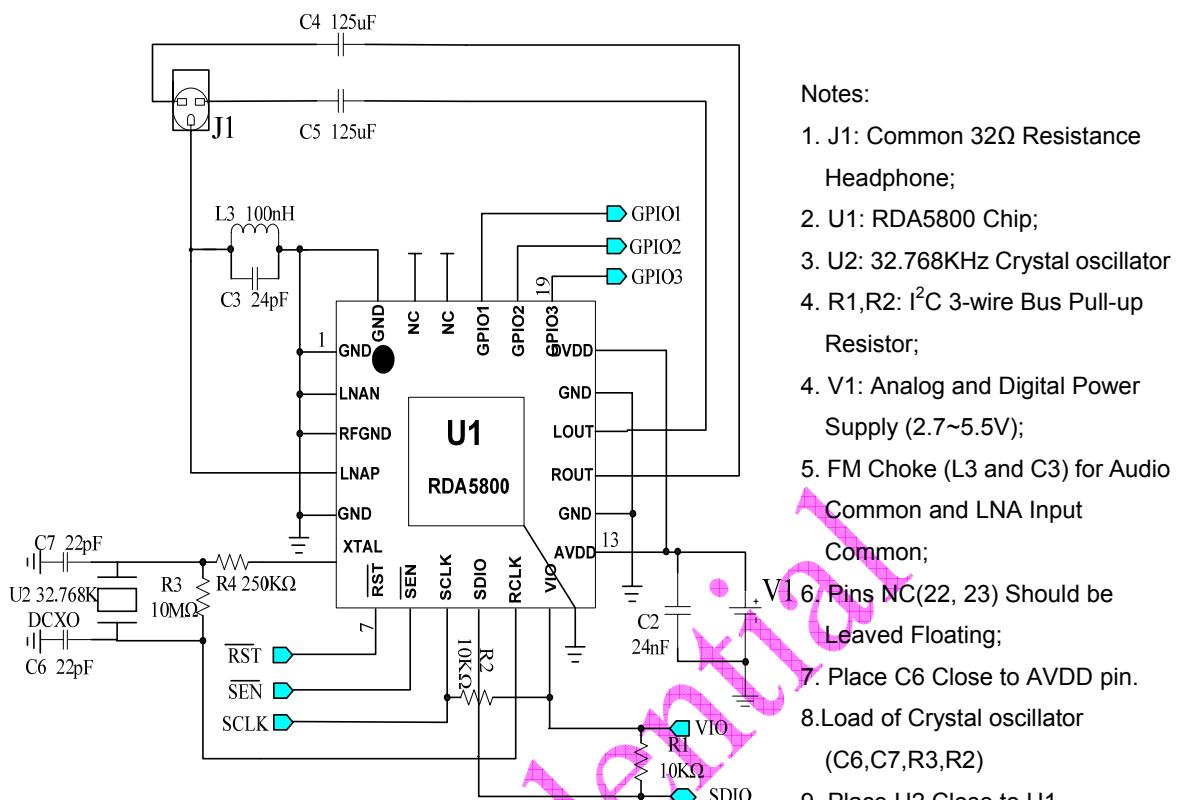

Figure 9-3. RDA5800 FM Tuner Application Diagram (DCXO Application)
- 3: RDA5800 支持 32.768KHz crystal oscillator 作为参考时钟输入。(详见图 9-3)